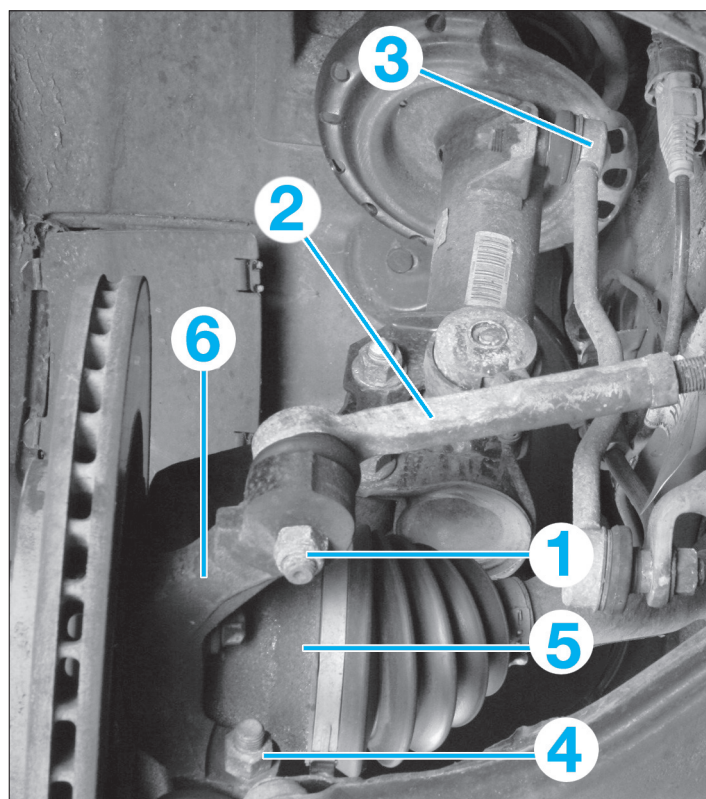

FIG. 1
- Desserrer l'écrou (1) de la rotule de direction du pivot (**fig. 1**).
- la rotule de direction (2) du pivot à l'aide d'un extracteur.
- la rotule (3) de la biellette de barre stabilisatrice de l'élément de suspension.
- la vis de fixation de la rotule (4) du triangle de suspension du pivot.
- Dégager la transmission (5) du pivot (6).
- Desserrer l'écrou de la rotule (1) de direction du pivot (**fig. 1**).
- la rotule (3) de biellette de barre stabilisatrice de l'élément de suspension.
- la vis (4) de fixation de la rotule du triangle de suspension sur le pivot (**fig. 1**).